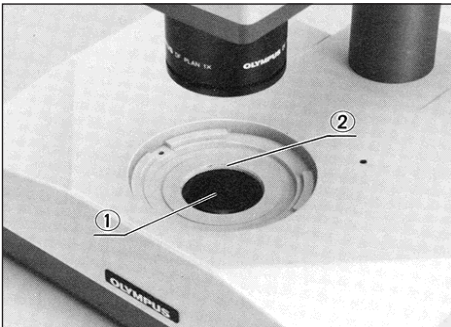

Abb. 16
- 3) Den Filter in das Filtergehäuse ② direkt über dem Austrittsglas ① einsetzen (Abb. 16).